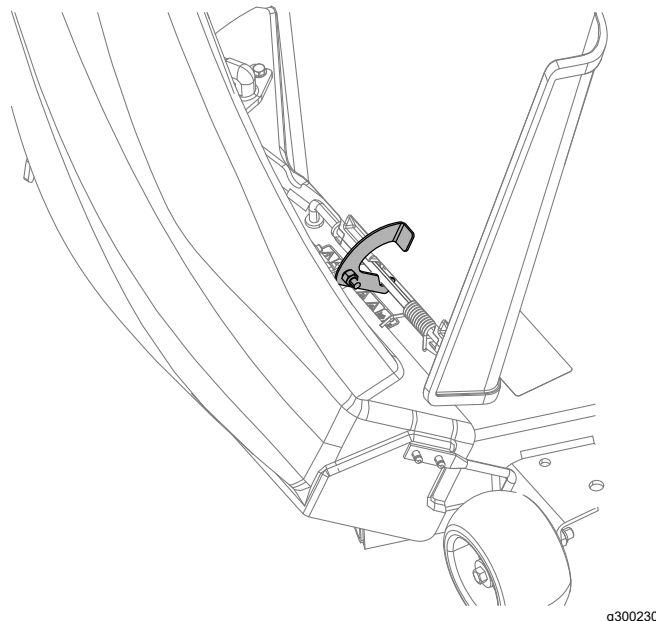

Figuur 25
3. Draai het uitwerpkanaal naar achteren in de richting van het maaidek zodat het uitwerpkanaal op gelijke hoogte met het maaidek is (Figuur 25).